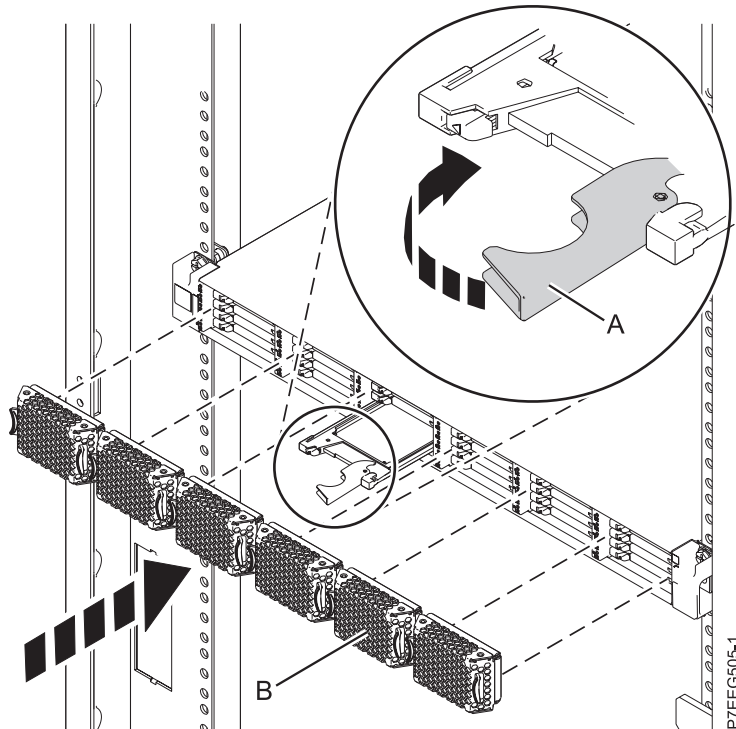

Figure 27. Remplacement d'une unité SSD dans le boîtier de stockage PCIe 58/88.
3. Tournez la poignée de verrouillage (A) pour la mettre en position verrouillée, comme indiqué à la figure 27, à la page 47.
4. Installez le panneau (B).